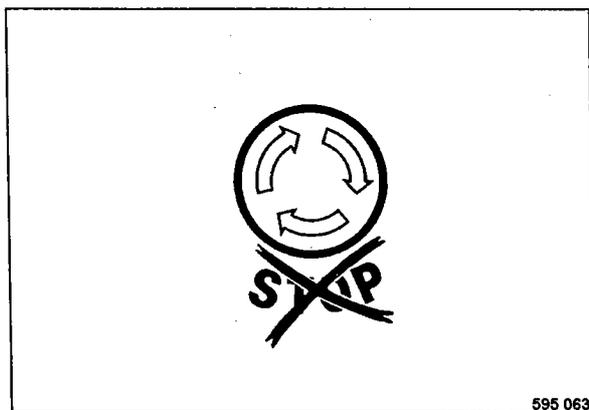

Fig. 37
- Comprobar si el conmutador de parada de emergencia (Fig. 37) está desbloqueado.